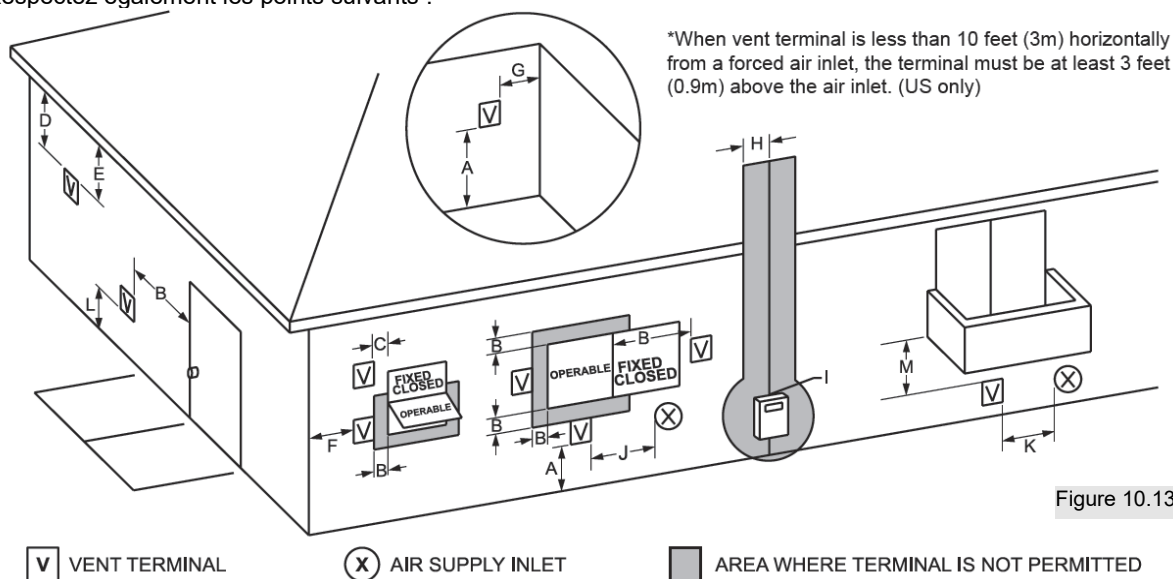

Figure 10.13
2. Positionner la zone de pénétration du tuyau d'évent afin d'obtenir les dégagements décrits à la figure 10.13.